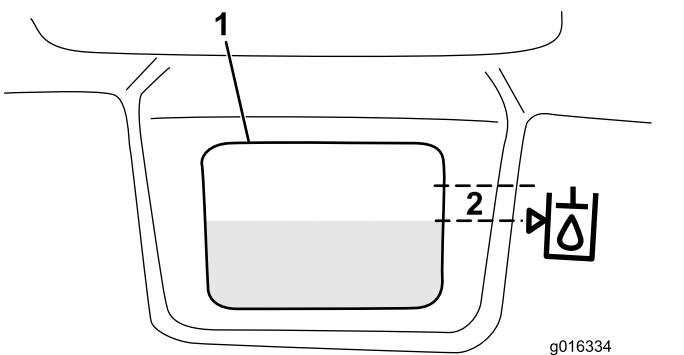

图33
3. 将适当的液压油缓慢注入油箱、直至油位达到油箱前面白色窗口旁边符号箭头所指的位置或其上下 6mm 范围内（图33）。切勿过量添加。